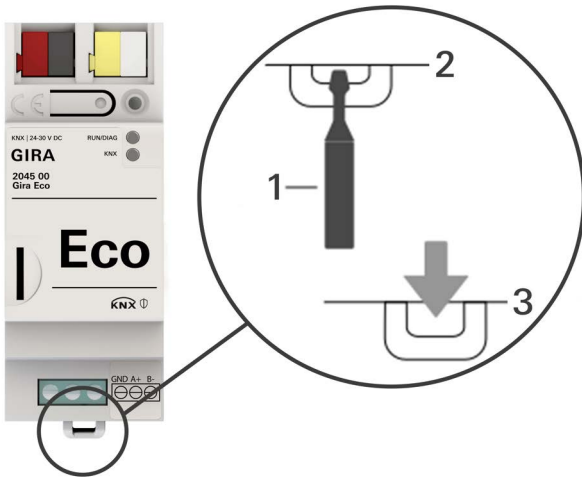

Bild 28: Gerät von Hutschiene lösen
1. Führen Sie einen Schraubendreher (Bild 28, Pos. 1) in den Lösehebel (Bild 28, Pos. 2) und schieben Sie den Lösehebel nach unten (Bild 28, Pos. 3).